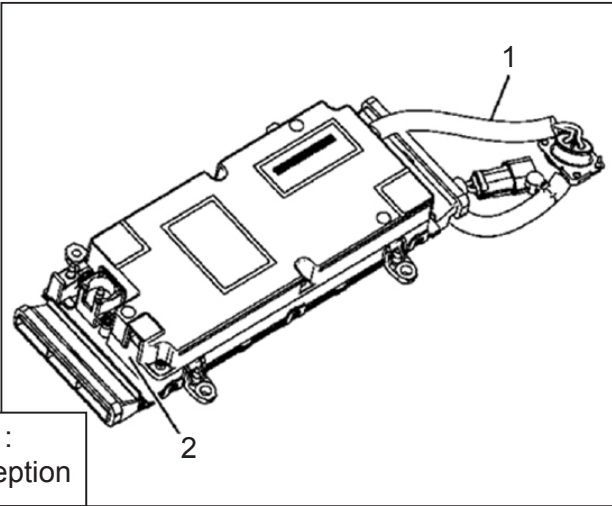

Figure 1 :
Cette 2e conception n'a plus de queue de cochon (1) de batterie positive et négative (300 V) et le connecteur 10 voies (2) a été déplacé. Voir les figures 1 et 2.